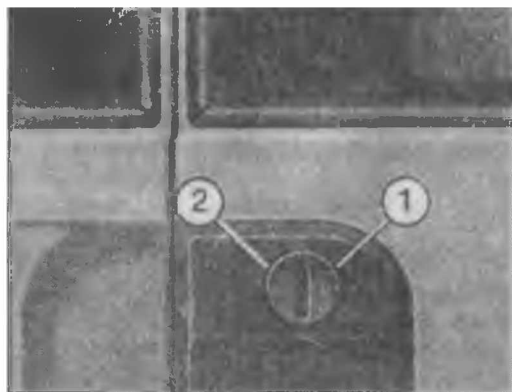

Рис. 1.6 Замочная скважина - задняя дверь
- ◆ Поверните ключ в положение (1) (см. рис. 1.6) и потяните за ручку двери.